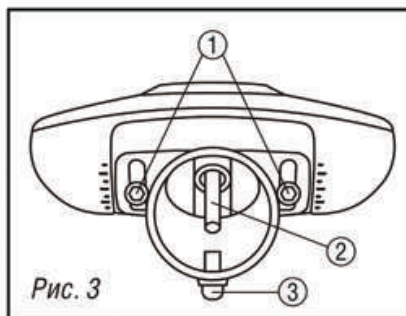

Рис. 3
2. Отрегулируйте необходимый угол наклона светильника и зафиксируйте его с помощью винтов (1) (Рис. 3).
4. Установите светильник на опору, поместив подсоединенный кабель (2) внутрь опоры.
5. Зафиксируйте светильник на опоре, плотно затянув фиксирующие болты (3), используя ключ на 13 (в комплект не входит). Убедитесь, что конструкция надежно зафиксирована.